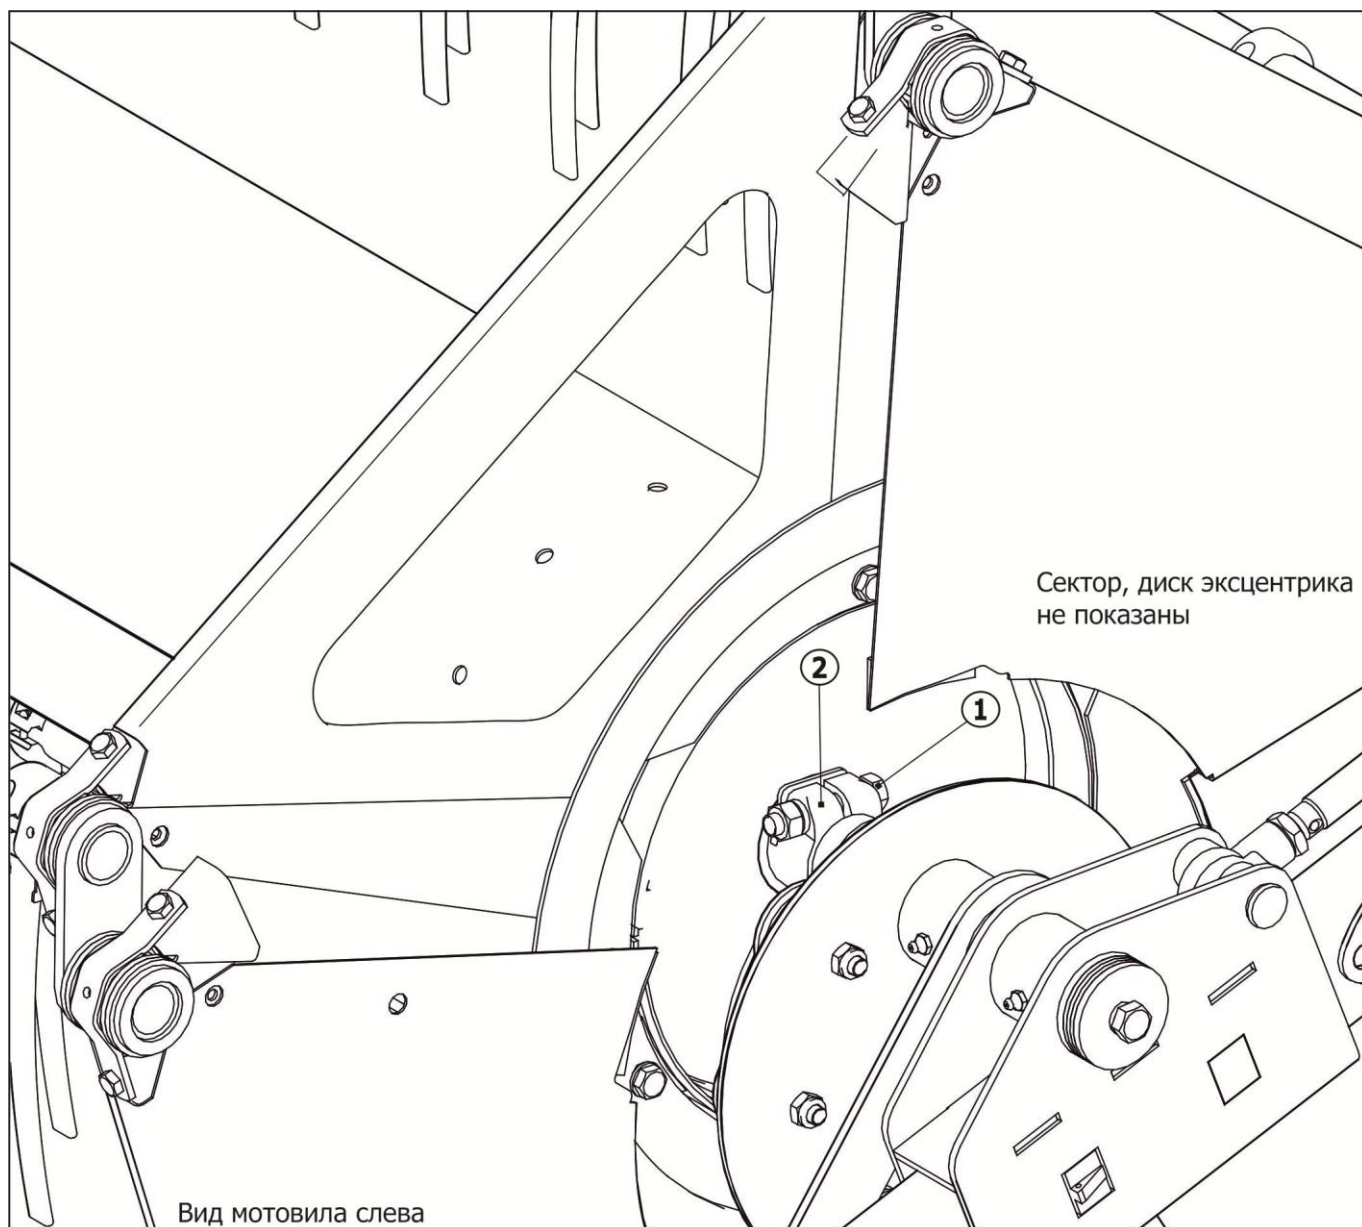

Рисунок 6.2 – Контроль затяжки клеммы мотовила
6.1.5 При досборке и после обкатки мотовила проконтролировать затяжку болта 1 (рисунок 6.2) на клемме 2 крепления приводной цапфы. При необходимости затянуть, мо-